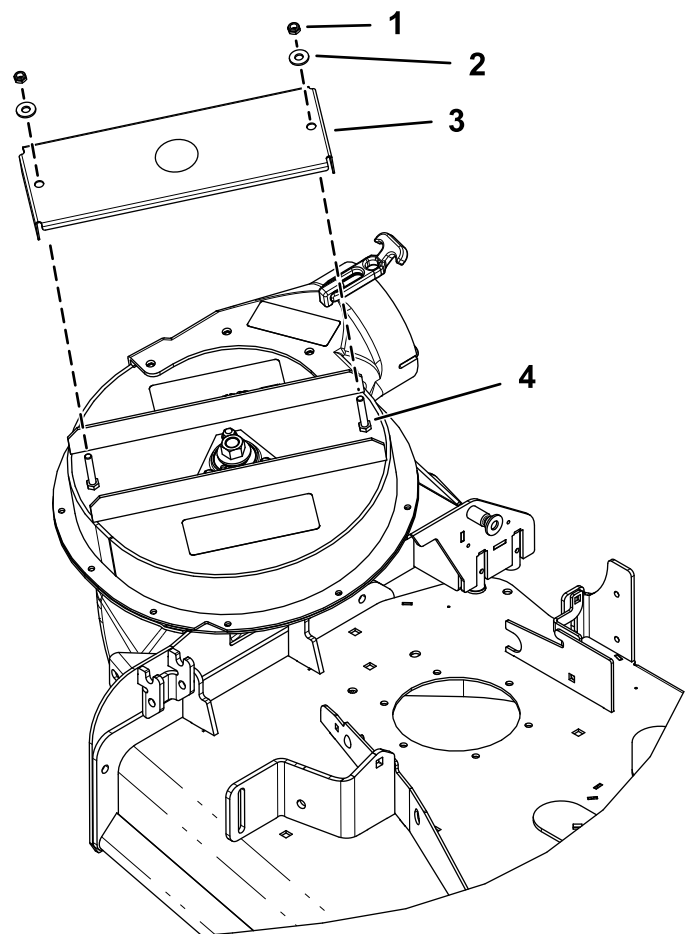

Figura 10
1. Rimuovete i 2 dadi e le 2 rondelle che fissano la copertura dell'albero al gruppo soffiatore (Figura 10).
2. Rimuovete ed eliminate la copertura dell'albero (Figura 10).